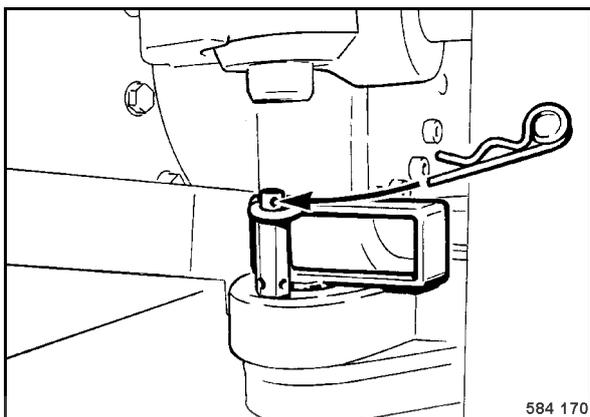

fig. 118
- Enclencher la sécurité d'articulation puis l'assurer avec l'agrafe (fig. 118).